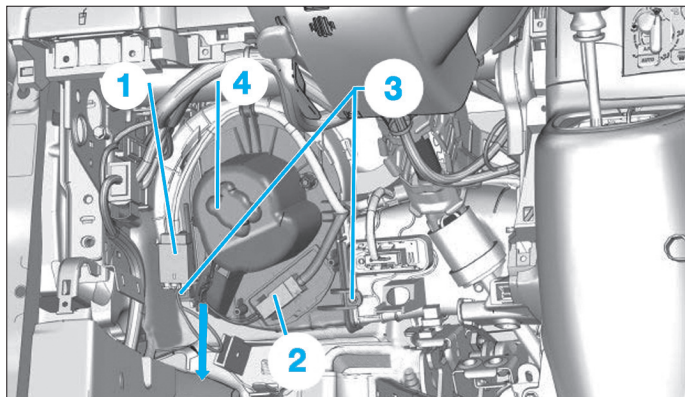

Fig. 31
- Déconnecter les connecteurs (1) et (2) (Fig.31).